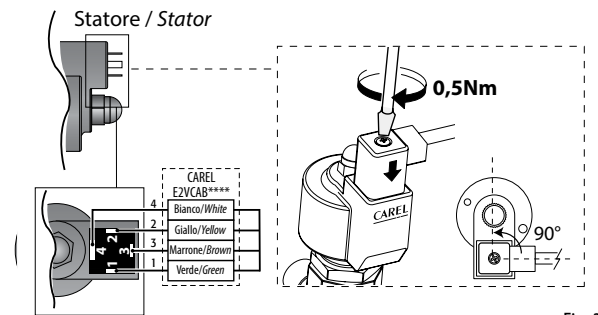

Fig. 3
- collegare il connettore già cablato al motore passo passo nel relativo alloggiamento e serrare la vite con una coppia di 0,5 Nm seguendo le indicazioni in Fig. 3. Collegare a questo punto l'estremità quadripolare del cavo nei relativi morsetti del Driver CAREL EVD\*\*\* o relativo controllo omologato CAREL ed impostare i parametri secondo il set riportato nella tabella sottostante.
- connect the pre-wired connector to the socket on the stepper motor and tighten the screw tightening torque 0,5 Nm following the instructions in Fig. 3. Connect the four-pin end of the cable to the corresponding terminals on the CAREL EVD\*\*\* driver or approved CAREL controller and set the parameters as shown in the table below.
3. Raccorder le connecteur déjà câblé au moteur pas à pas dans le logement correspondant et serrer la vis avec un couple de 0,5 Nm en suivant les indications de la Fig. 3. Connecter ensuite l'extrémité quadriolaire du câble aux bornes correspondantes du Driver CAREL EVD\*\*\* ou du régulateur homologué CAREL et configurer les paramètres selon la valeur reprise au tableau ci-dessous.
4. Den vorverdrahteten Steckverbinder in den Schrittmotor einfügen und die Schraube nach den Anleitungen der Fig. 3 mit rund 0,5 Nm Drehmoment festschrauben. Das Vierleiterkabelende an die entsprechenden Klemmen des CAREL-Treibers EVD\*\*\* oder an eine andere zugelassene CAREL-Steuerung anschließen und die Parameter gemäß Parameter-Set der nachstehenden Tabelle einstellen.